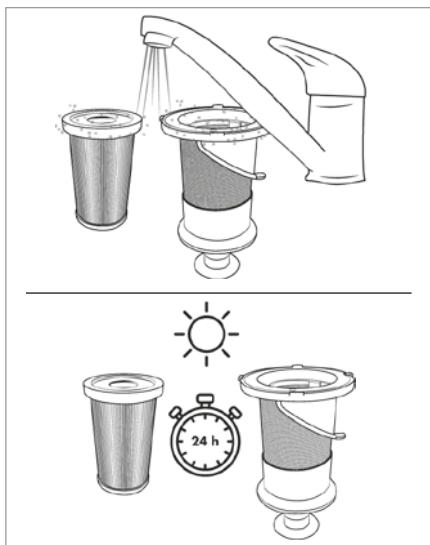

Rys. 21
- 4) Wyjmij filtr EPA 5 z filtra ze stali nierdzewnej 6, sięgając do otworu filtra EPA 5 i wyciągając go z filtra ze stali nierdzewnej 6 (patrz rys. 21).